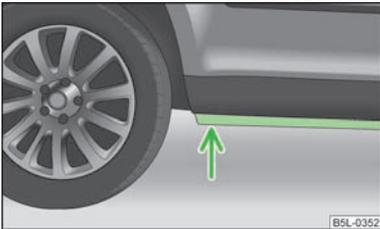

Abb. 136
- Daher vor einer Wasserdurchfahrt die Wassertiefe feststellen. Der Wasserstand darf maximal an den Steg des Unterholms reichen » Abb. 136,